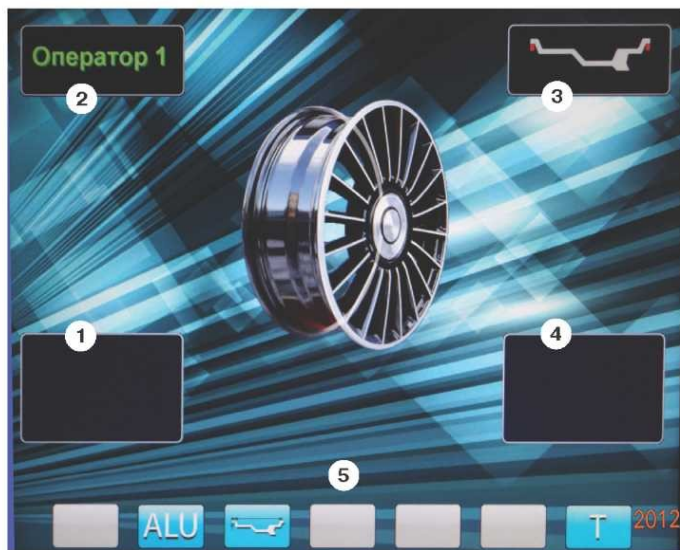

рис.8.2.
8.3. После включения питания СБ на экране монитора отображается фирменная заставка, которая через несколько секунд сменяется отображением экрана основного рабочего режима (рис. 8.2).
Для выбора схем расположения грузов в программах ALU1-ALU5 необходимо, находясь в режиме основного рабочего экрана, нажать кнопку «ALU», при этом открывается окно схем установки грузов, отмеченных номерами рис.11.3. Если после введения размеров колеса установился экран ввода геометрических параметров, необходимо перейти в экран основного рабочего режима нажатием кнопки «STOP». Для выбора нужной схемы нажмите кнопку верхнего ряда клавиатуры с соответствующим номером. Выбранная схема установки грузов отображается в окне 3 экрана основного рабочего режима (рис. 8.2).
12.2. При включении СБ программа измерения дисбаланса настраивается таким образом, что дисбаланс менее 8 г (заводская установка) на любой плоскости коррекции не показывается, в этом случае в окнах 1 и 4 (рис. 8.2) высвечиваются «OK». Минимальный дисбаланс отображающийся в окнах 1 и 4 равен 8 г. Дисбаланс, превышающий 8г, округляется до величины кратной 5, т.е. дисбаланс 9, 10, 11 и 12 г отображается цифрой 10, дисбаланс 13, 14,15, 16 и 17 г - цифрой 15 и т. д. Для просмотра неокругленного значения дисбаланса или дисбаланса менее 8г. необходимо нажать кнопку «<<», при этом в окнах 1 и 4 на 2-3 сек высвечиваются фактические значения дисбаланса, определенные в данном запуске.